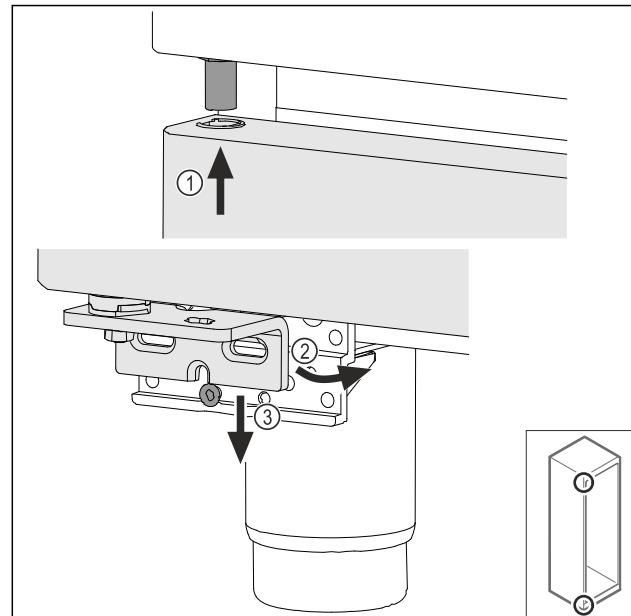

Fig. 74
- Установите дверь под небольшим уклоном сверху Fig. 74 (1), выровняйте ее прямо Fig. 74 (2) и смонтируйте снизу на винт опорного кронштейна Fig. 74 (3).